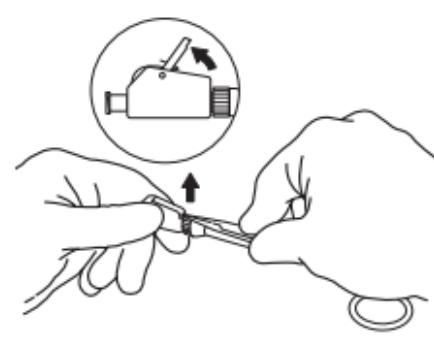

Rys. 3
- c. Odciąć nadmiar szwu. (Rys. 3)